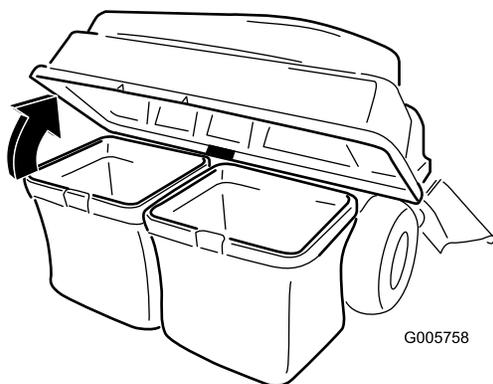

Figura 19
3. Otvorite (podignite) poklopac sakupljača (Figura 19).